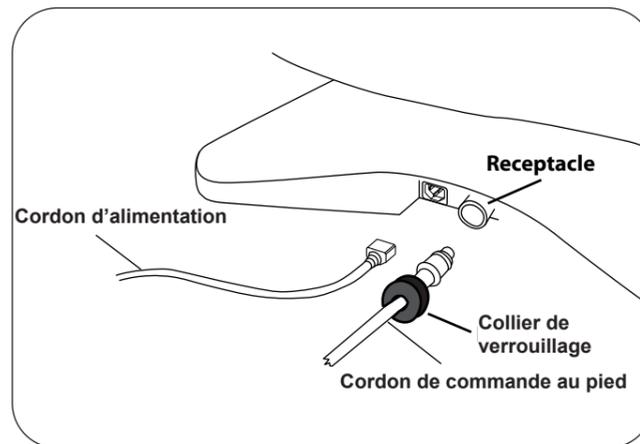

Figure 6. Prises du cordon d'alimentation et du cordon de commande au pied
2. Branchez l'extrémité femelle du cordon d'alimentation dans la prise de la table (Figure 6). Assurez-vous que l'extrémité de la fiche est correctement orientée par rapport à la prise. Branchez l'extrémité mâle du cordon d'alimentation dans une prise de terre de 115 volts.
2. Insérez le cordon dans la prise de la commande au pied sur la table (Figure 6). Assurez-vous que la languette de la fiche est alignée avec la rainure de la prise et que la fiche est bien en place.